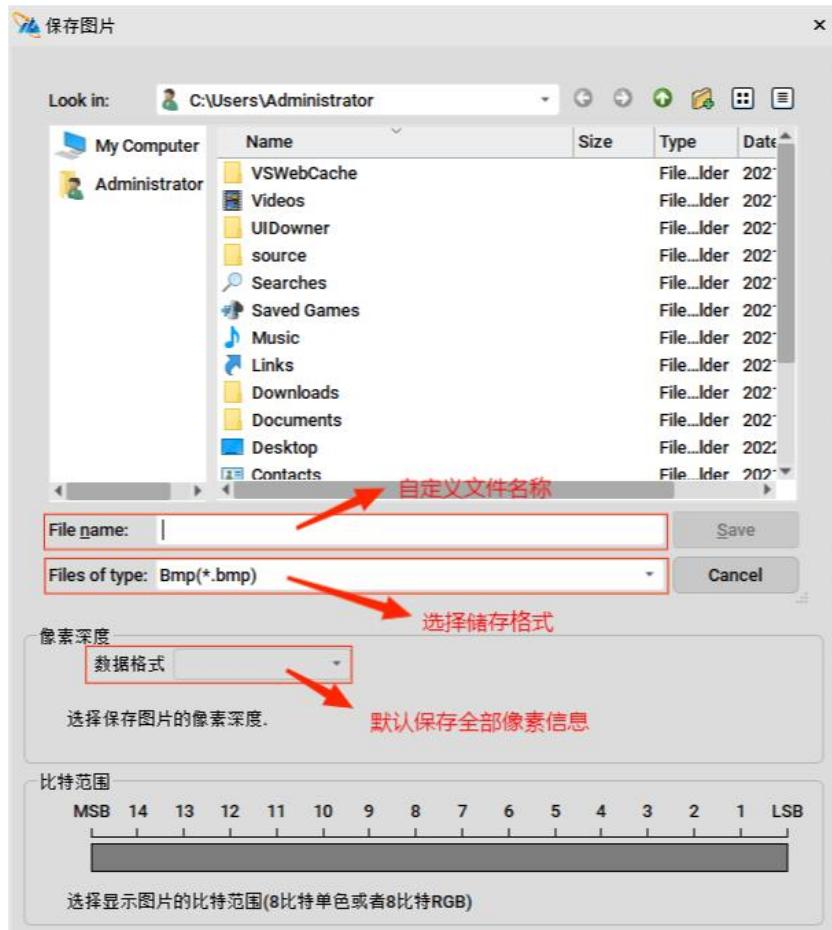

图 2.9-2 像素深度为 8bit 的图像保存
(2) IKapCViewer 支持的图像存储格式有位图文件 (\*.bmp)、JPEG 图像文件 (\*.jpg, \*.jpeg)、PNG 图像文件 (\*.png)、TIFF 图像文件 (\*.tif, \*.tiff)、图像原始数据 (\*.raw) 和 iim 图像文件 (\*.iim)。
(3) 对于像素深度为 8bit 的图像，默认保存全部像素信息，如图 2.9-2 所示。